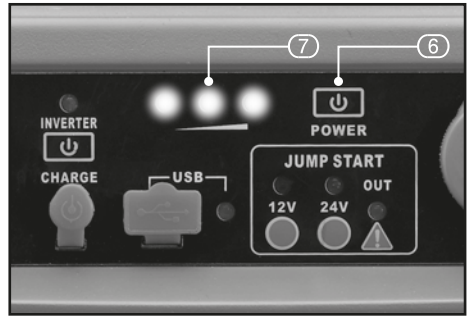

FIG.1
8.1 CHARGING THE POWER PACK (FIG.1)